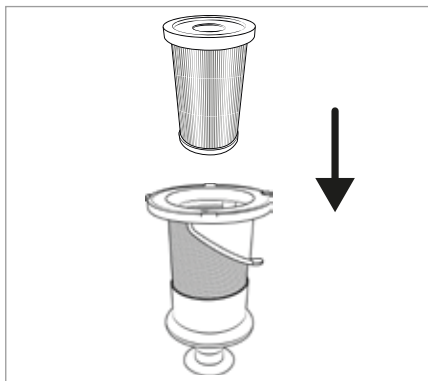

Rys. 23
- 6) Włóż filtr ze stali nierdzewnej 6 do pojemnika na pył 7 i dociśnij go do końca w dół (patrz rys. 23). Zwróć przy tym uwagę na różne rozmiary zaczepów na filtrze ze stali nierdzewnej 6. Filtr ze stali nierdzewnej 6 może być dzięki tym zaczepom włożony do pojemnika na pył 7 tylko w jednej pozycji.